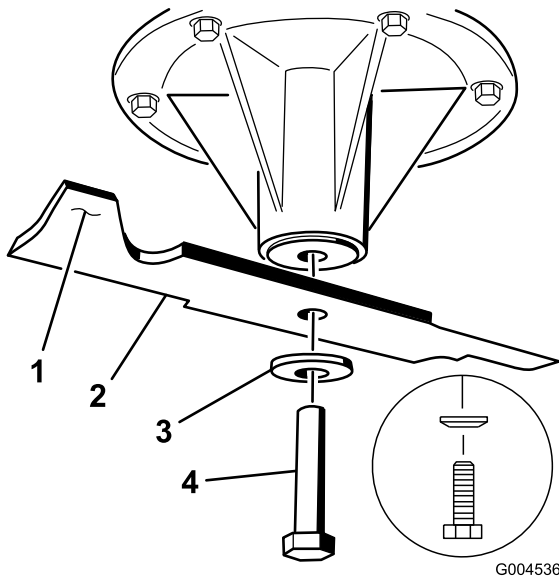

Figura 82
1. Instale la cuchilla en el eje (Figura 82).
2. Instale la arandela de muelle y el perno de la cuchilla (Figura 82).